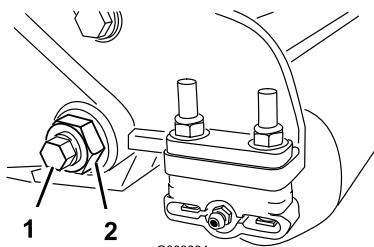
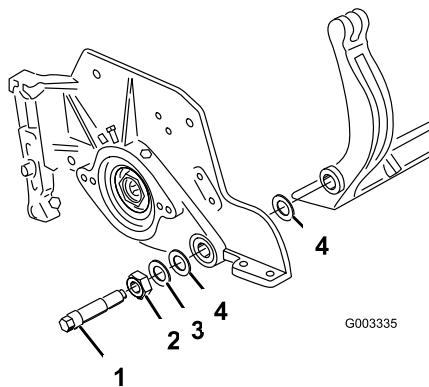

Bild 26
Bild 27
- Lösen Sie an jeder Seite der Maschine die Klemmmutter, mit der die Schraube des Untermesserträgers befestigt ist (Bild 26).
und von der Maschine entfernt werden kann (Bild 26). Bewahren Sie die beiden Nylonscheiben und die beiden Scheiben aus gestanzten Stahl an jedem Ende des Untermessers auf (Bild 27).
- Befestigen Sie den Untermesserträger mit den Untermesserträgerschrauben (Muttern an den Schrauben) und den sechs Scheiben an jeder Seitenplatte. Legen Sie eine Nylonscheibe an jede Seite des Seitenplattenansatzes. Legen Sie eine Stahlscheibe außen auf jede Nylonscheibe (Bild 27). Ziehen Sie die Schrauben des Untermesserträgers auf 37–45 Nm an. Ziehen Sie die Sicherungsmuttern an, bis sich die Stahlscheibe außen nicht mehr dreht und kein Spiel am Ende vorhanden ist, ziehen Sie jedoch nicht zu stark an oder verbiegen Sie die Seitenplatten. Die Scheiben innen können einen Abstand aufweisen.